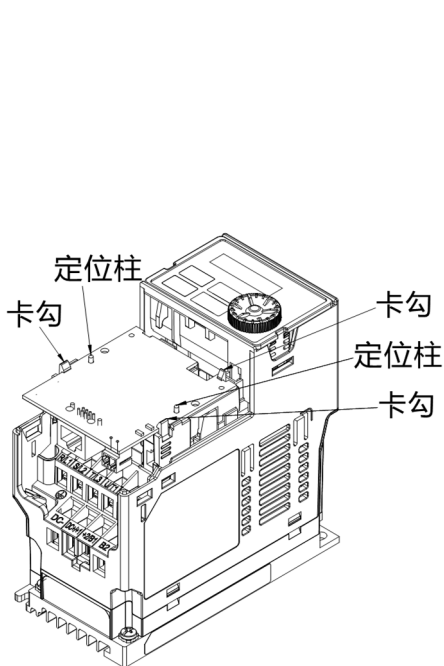

图 8-23
5. 组装配件卡：先将配件卡的端子台及接头朝下，接着再将配件卡上的两个圆孔对准定位柱后下压，让三个卡勾卡住配件卡，如图 8-23 所示。